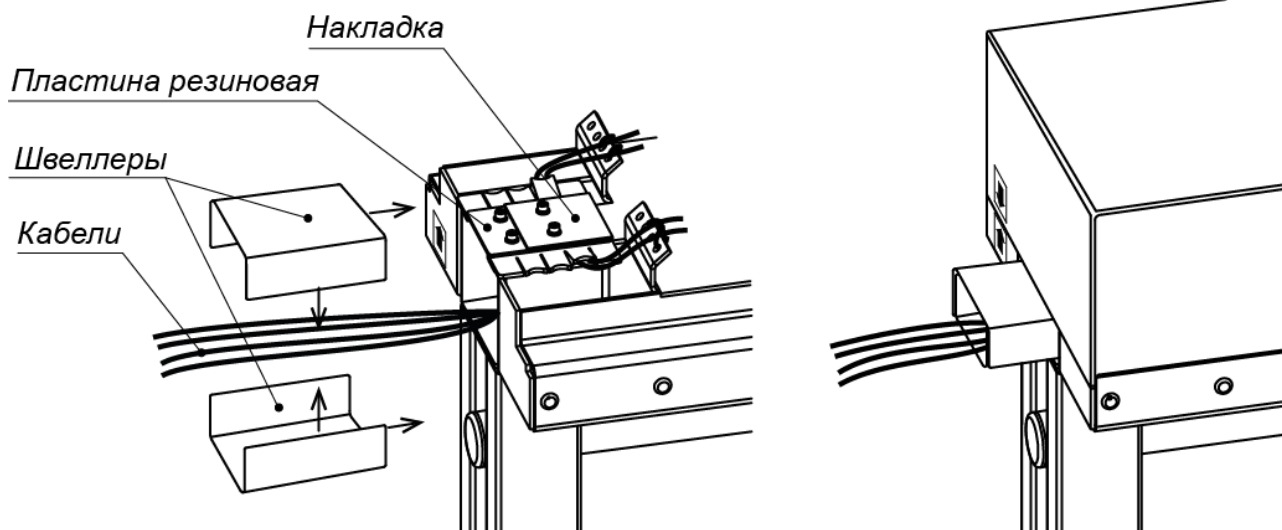

Рисунок 20. Прокладка кабелей между двумя турникетами
- Последовательно закрепите на элементах крепления установленной секции ротора две оставшиеся секции, используя 4 болта M8×14 для верхних точек крепления и 20 болтов M8×12 (ключ SW6) для остальных точек крепления с пружинными шайбами (см. рис. 20). Для монтажа данных болтов рекомендуется использовать инструмент с возможностью фиксации в нем закручиваемого болта, к примеру, для ротора из стали – инструмент с магнитным наконечником (для ротора из нержавеющей стали применены болты также из нержавеющей стали, поэтому для этой цели нужно использовать липкую ленту, намотанную на наконечник, или подходящий пластичный материал).
- Проверьте вертикальность положения ротора с помощью уровня. При необходимости устраните отклонение от вертикальности путем смещения балки привода (8) в пределах допуска монтажных отверстий под шпильки и болты. Окончательно затяните болты и гайки крепления балки привода.